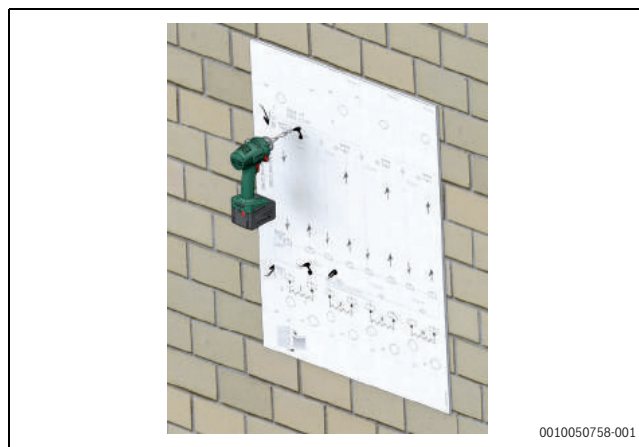

Fig. 103 Boring i væggen
3. Anbring boreskabelonen på væggen i den position, hvor modulet skal monteres. Bor i væggen svarende til de korrekte borer for efter at have fastgjort boreskabelonen (→ fig. 103).